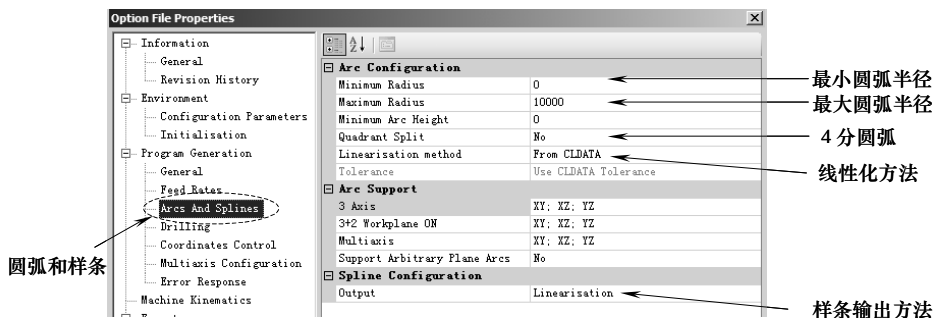

图 9-27 设置圆弧和样条插补相关规则
5) Program Generation→Arcs And Splines: 设置圆弧和样条插补相关规则, 如图 9-27 所示。